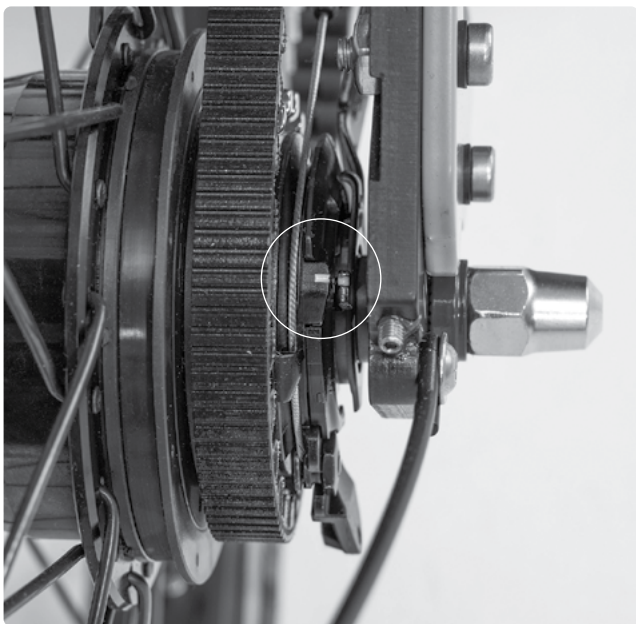

BILD 47
- 3 Sluta vrida när de två gula markeringarna är på samma höjd (Bild 47).